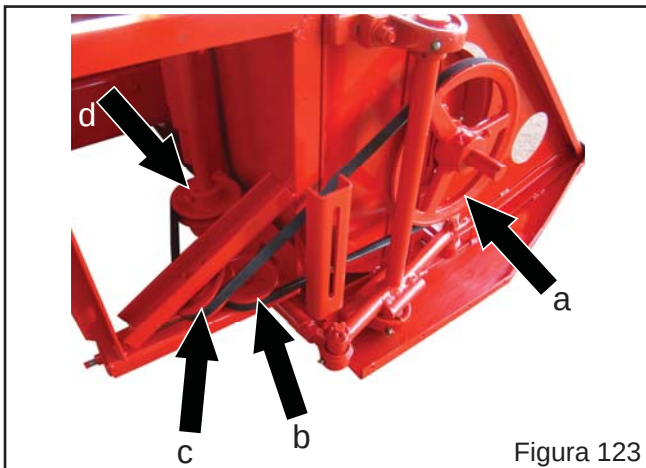

Figura 123
- f) Posicione a correia na polia do rotor coletor ("a" Figura 123), em seguida nas polias dos esticadores inferior
("b" Figura 123) e superior ("c" Figura 123) e finalmente na polia ("d" Figura 123) do eixo de acionamento da plataforma de capim;